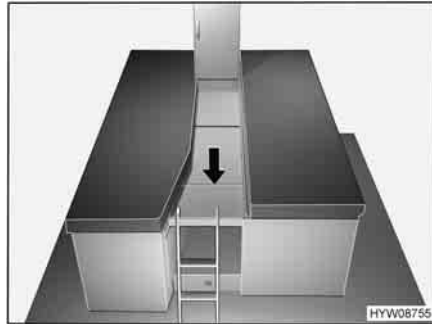

Fig. 111 Preparazione dell'allargamento letto
- Aprire l'allargamento letto e posizionarlo tra i letti singoli, come illustrato nella Fig. 111.